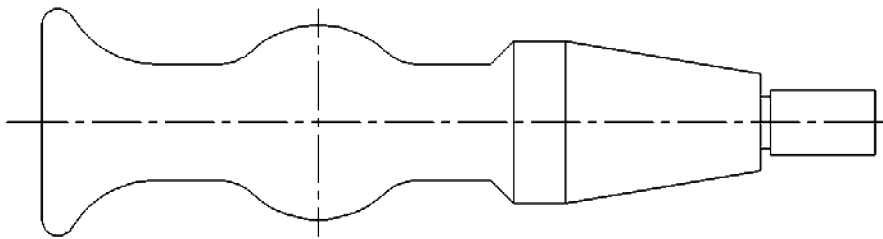

图 3-49 绘制角度线
12) 绘制角度线。单击直线按钮，在弹出的立即菜单中选择【角度线】选项，并将角度设置为“45°”，操作结果如图 3-49 所示。